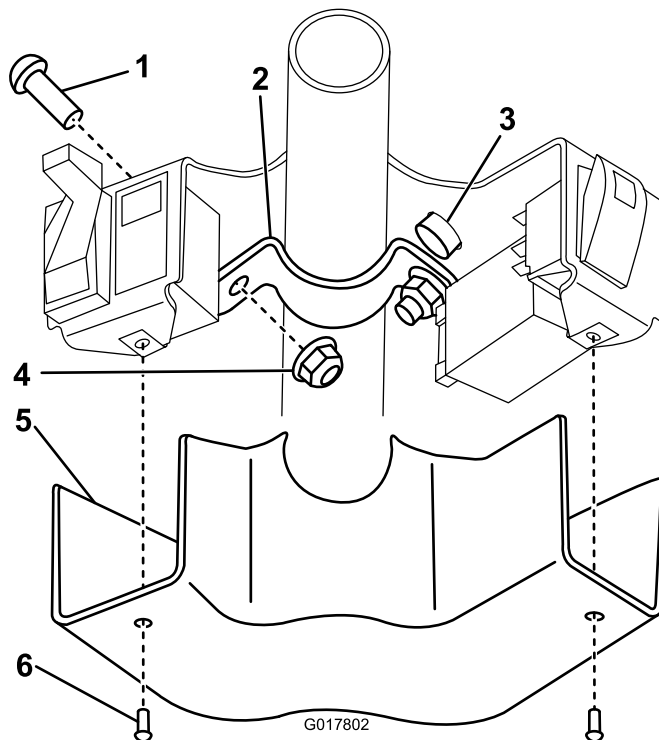

Figura 10
5. Spingete il tappo nel foro sopra alla staffa del piantone (Figura 10).
6. Montate il gruppo sul piantone dello sterzo utilizzando la staffa di supporto del piantone, 2 viti a testa tonda e 2 dadi flangiati (Figura 10).
8. Montate il copripiantone con le 2 viti rimanenti (n. 10-24 x 1/2 poll.) (Figura 10).